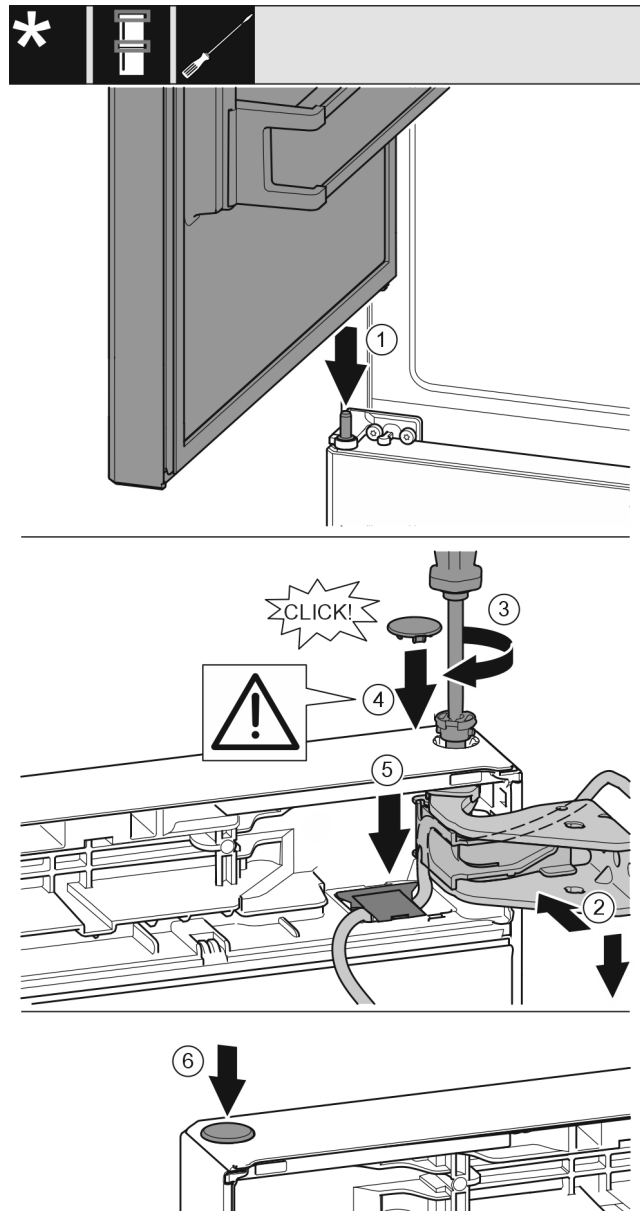

Fig. 42
- ▶ Așezarea ușii superioare pe bolțul central de lagăr. Fig. 42 (1)
- ▶ Aliniați ușa sus spre deschizătură în suportul de lagăr. Fig. 42 (2)
- ▶ Introduceți bolțul și înșurubați-l ferm cu șurubelnița T15. Fig. 42 (3)
- ▶ Montarea capacului de siguranță pentru siguranța ușii: Introduceți capacul de siguranță și controlați dacă este așezat pe ușă. În caz contrar, introduceți complet bolțul. Fig. 42 (4)
- ▶ Introduceți apărătoarea și apăsați în jos până când se fixează în poziție. Fig. 42 (5)
- ▶ Introduceți dopul. Fig. 42 (6)